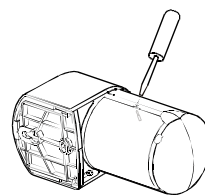

Fig. 1
1. Afmonter afdækning til batterier med en flad skruetrækker. Fig. 1
4. Påsæt afdækning til batterier. Afdækning vendes korrekt, når symbol for skruetrækker er placeret ud for udsparring til skruetrækker. Fig. 1